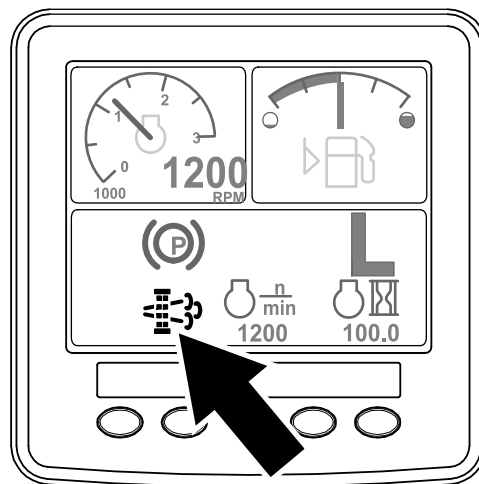

Figura 62
- O ícone de pedido de regeneração em estacionamento surge no InfoCenter (Figura 62).